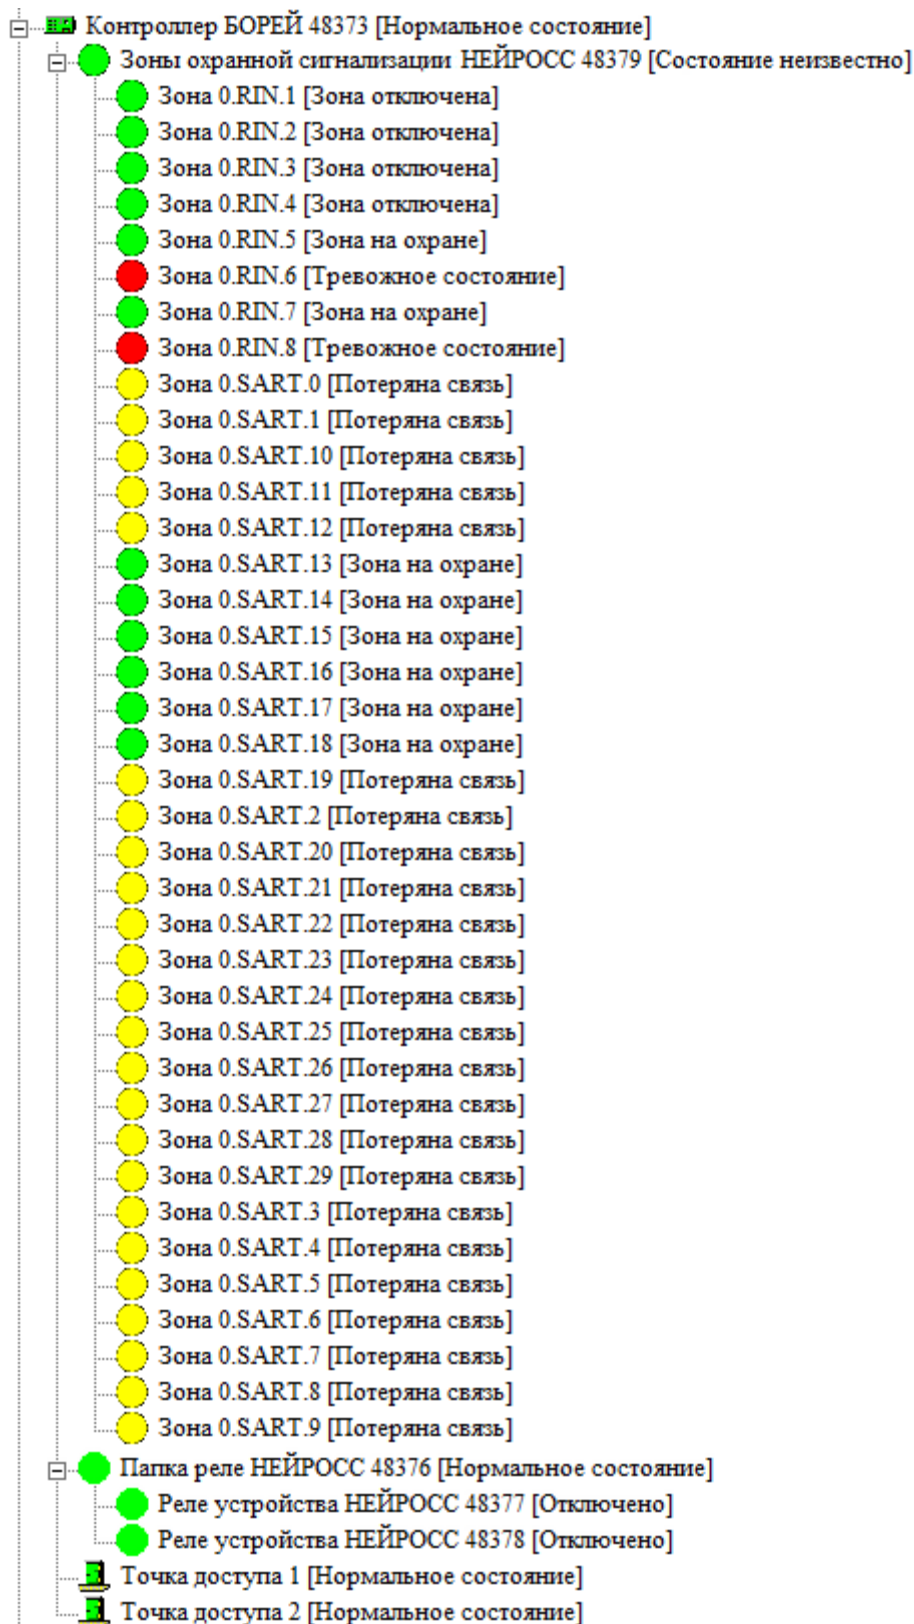

Рисунок 10.86 — Элемент **Контроллер БОРЕЙ**. Дочерние элементы
- Также будет произведён поиск всех устройств НЕЙРОСС («Борей», «КБУ-1», «ЯРС» и проч.), принадлежащих заданным в поле **Домен НЕЙРОСС** доменам. Для найденных устройств будут сконфигурированы соответствующие элементы **Контроллер БОРЕЙ**, **Контроллер НЕЙРОСС КБУ-1**, **Контроллер ЯРС**, **Система ИТРИУМ** и проч., и их дочерние элементы: **Точка доступа НЕЙРОСС**, **Зона охранной сигнализации НЕЙРОСС**, **Реле устройства НЕЙРОСС** и проч. (рисунок 10.86).